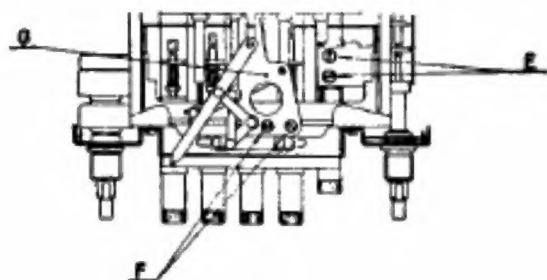

Fig. 2.
- 2) Togliere le due viti E (fig. 2) che fissano il meccanismo di rinvio.
- 2) Togliere le due viti F (fig. 2) che fissano il complesso.